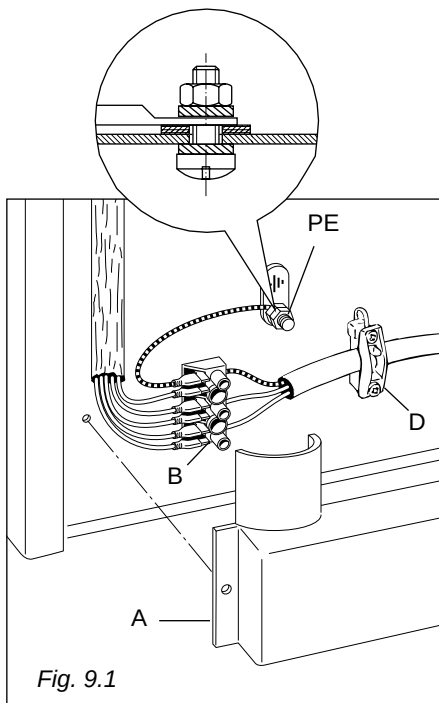

Fig. 9.1
- Dévissez les vis de fixation de la protection "A" située derrière la cuisinière (fig. 9.1).
- Placez le câble d'alimentation à travers du collier de serrage "D" (fig. 9.1).